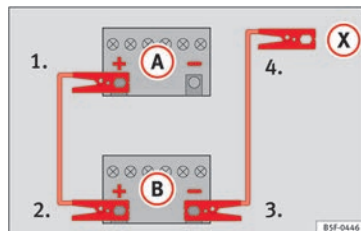

Fig. 63 Schéma de branchement pour les véhicules non équipés du système Start-Stop.
cule dont la batterie est déchargée (A) » » » fig. 63.
3. Raccordez l'autre extrémité du câble de démarrage rouge à la borne positive (+) du véhicule fournissant le courant (B).
4. Sur les véhicules sans système Start-Stop : raccordez une extrémité du câble d'urgence noir à la borne négative (-) du véhicule fournissant le courant (B) » » » fig. 63.